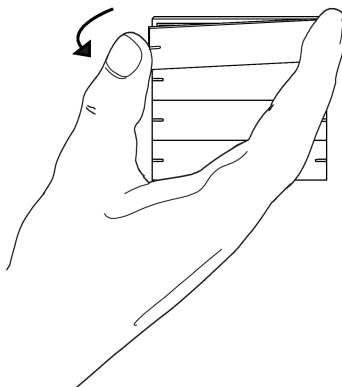

Figura 6: Smontaggio del copritasto
- Staccare il copritasto dal sensore a pulsante tirando su un lato (Vedi figura 6).